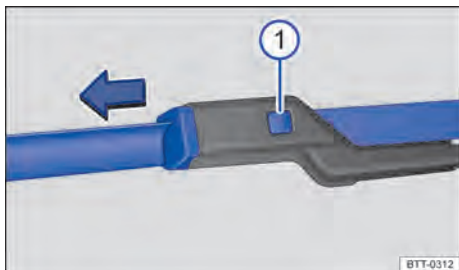

Fig. 196 Substituir as palhetas dos limpadores do para-brisa.
- Manter o botão de destravamento ⇒ Fig. 196 pressionado e, ao mesmo tempo, retirar a palheta dos limpadores do para-brisa no sentido da seta.